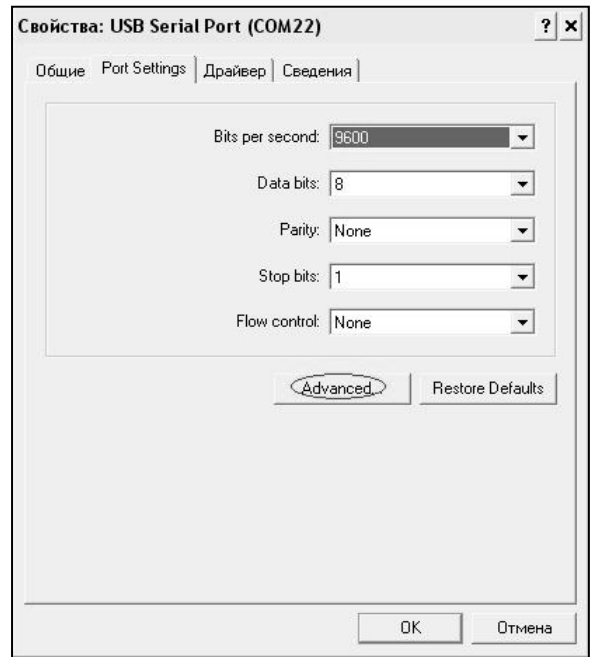

Рисунок 2.5 – Окно свойств USB-порта
2.5.6.2.3 Перейти на вкладку «Параметры Окна», нажать кнопку «Дополнительно» (рисунок 2.5). Затем, в выпадающем списке «Номер Com- порта» выбрать «COM 1» (рисунок 2.6) и нажать кнопку «ОК».